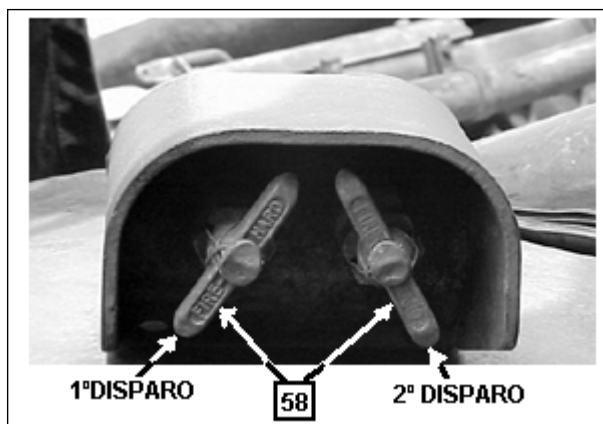

Fig 8-25. Manetes de acionamento do extintor de incêndio
(15) Colocar o produto selante do "kit" cobrindo completamente as manetes de acionamento do extintor de incêndio(58). (Fig 8-25)